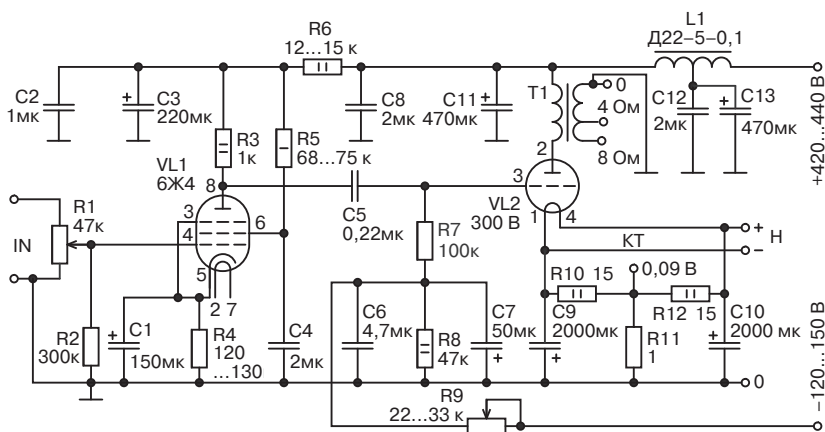

Рис. 2.14. Схема усилителя с входным каскадом на лампе 6Ж4 в пентодном включении
- ♦ фиксированным (рис. 2.14, второй каскад);
На рис. 2.14 приведена схема усилителя мощности (разработчик — А. Манаков), содержащая всего два каскада — входной (он же — драйверный!) и оконечный.